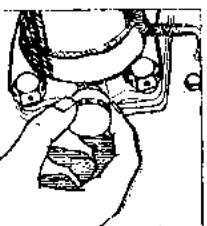

Рис. 25. Смазка подшипника правого заднего колеса.
15. Подшипники задних колес (рис. 25) смазывайте двукратным дополнением масленки и полным выжиманием ее при ТО-2.